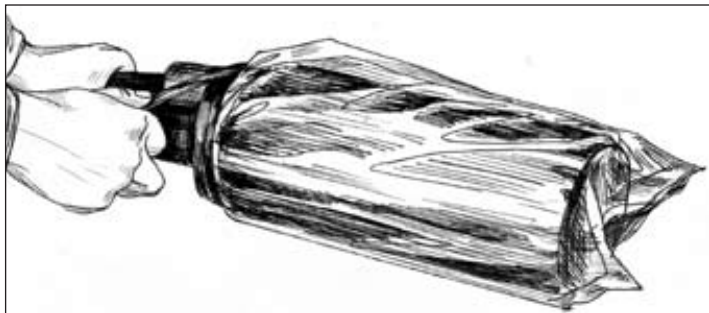

Рис. 3.1. Фиксация малого полиэтиленового пакета на муфте МТОК 96 лентой ПВХ
3.1. Смонтированную оптическую муфту МТОК 96 помещают в малый полиэтиленовый пакет (Рис. 3.1). Пакет фиксируют на оголовнике ПВХ лентой.